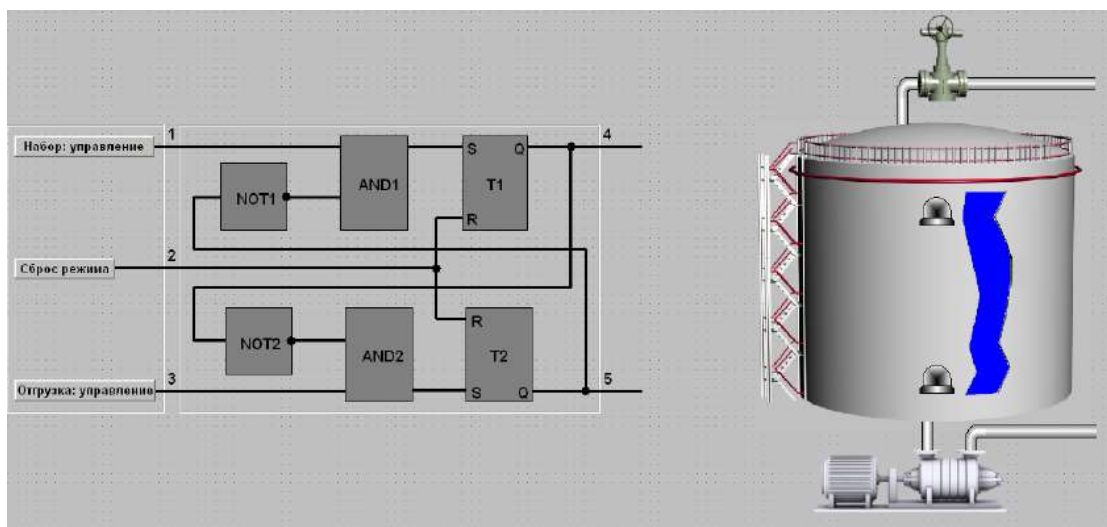

Рис. 3
9. Перенесите на свободное место экранной формы объекты, необходимые для визуализации процесса, показанного на Рис. 3. **Перенесите объекты с пометкой(с динамикой)**. Закройте библиотеку символов.